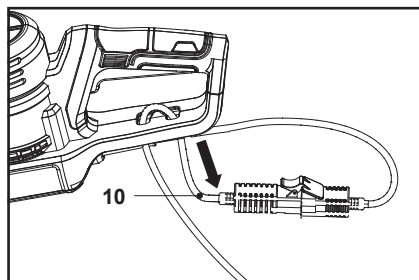

Fig. 4
3. Con el cable de alimentación (10) colocado sobre la sujeción (11), tire del cable de alimentación (10) con cuidado hasta confirmar que queda bien sujeto (Fig. 4).